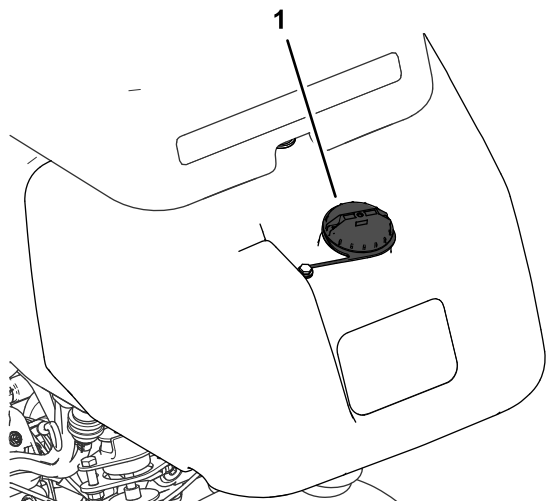

Figura 33
1. Limpie alrededor del tapón de combustible y retírelo (Figura 33).